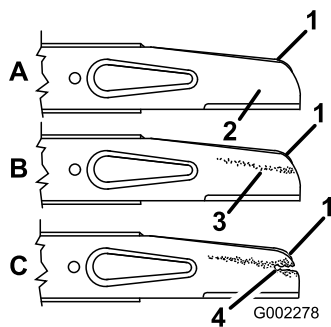

Figure 25
2. Enlevez les écrous, l'accélérateur et la lame (Figure 25).